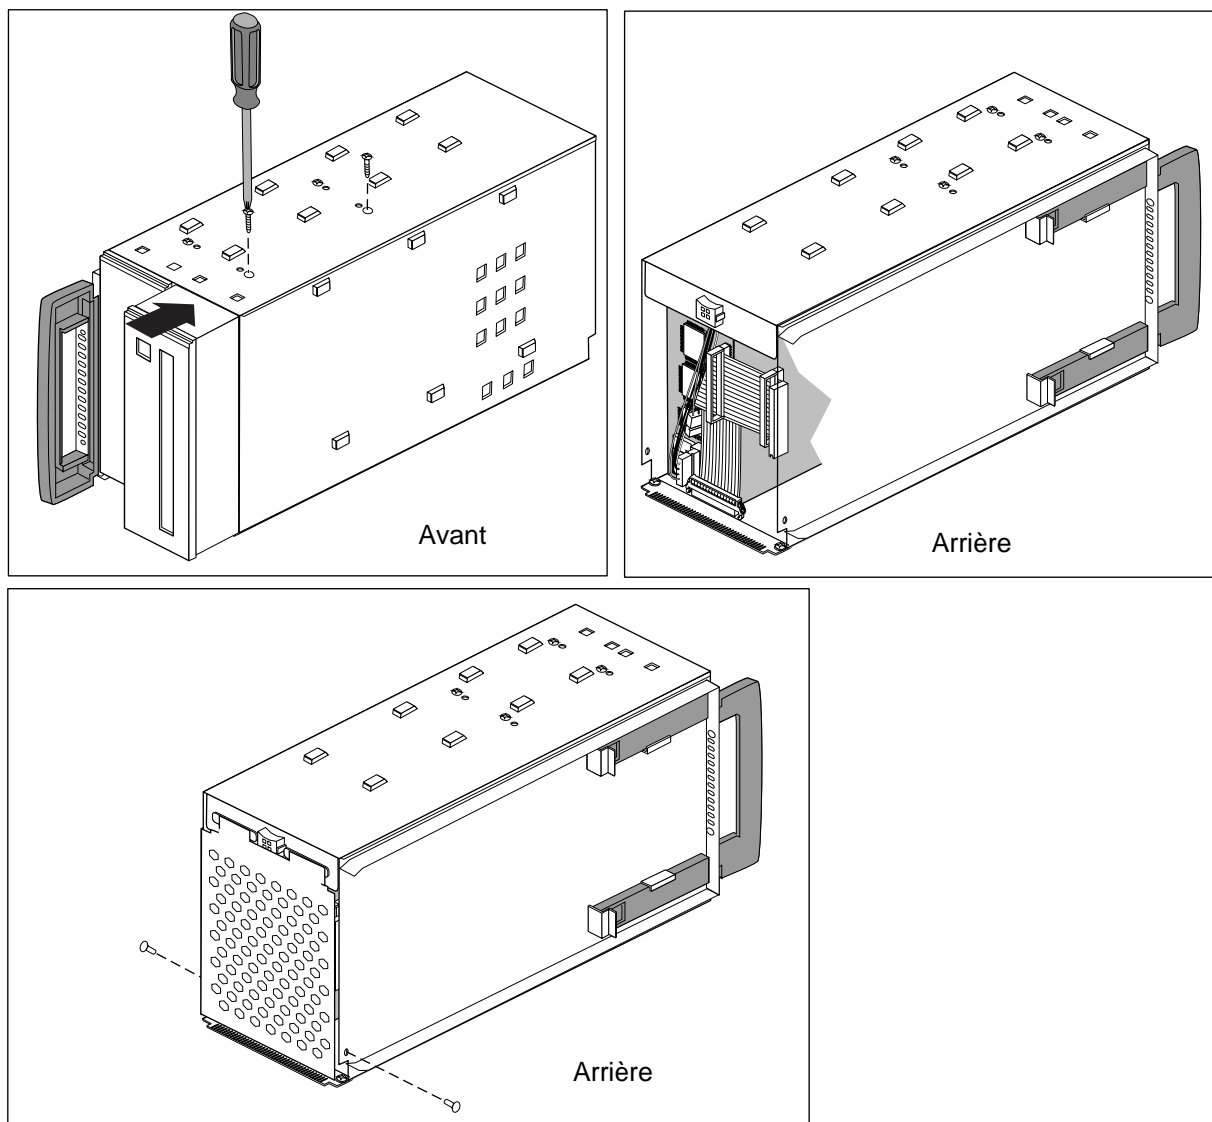

Figure 7-5 Installation d'un lecteur 5,25 pouces dans le tiroir de périphérique
3. Faites glisser le lecteur dans le tiroir de périphérique et fixez-le avec quatre vis sur le côté du tiroir, comme indiqué à la Figure 7-5.
5. Remettez la plaque d'accès en place (voir Figure 7-5).